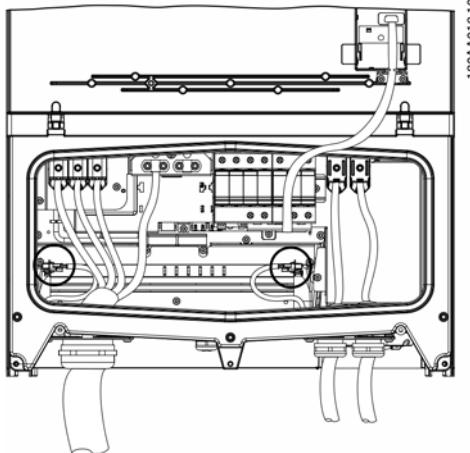
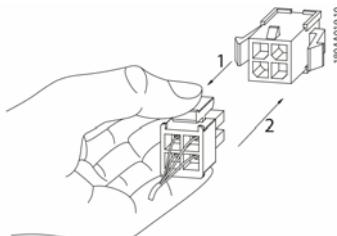

Figura 1.1
Figura 1.2
3. Staccare i 2 cavi neri dell'alimentazione di corrente della ventola posti esternamente 1 a destra e 1 a sinistra. La figura 1.1 mostra la posizione dei cavi e il punto (1) nella figura 1.2 indica come estrarre il terminale del cavo nero.
3. Inserire i 2 connettori a spina dei 2 cavi finché non si sente uno scatto. V. figura 1.1 e il punto (2) nella figura 1.2.